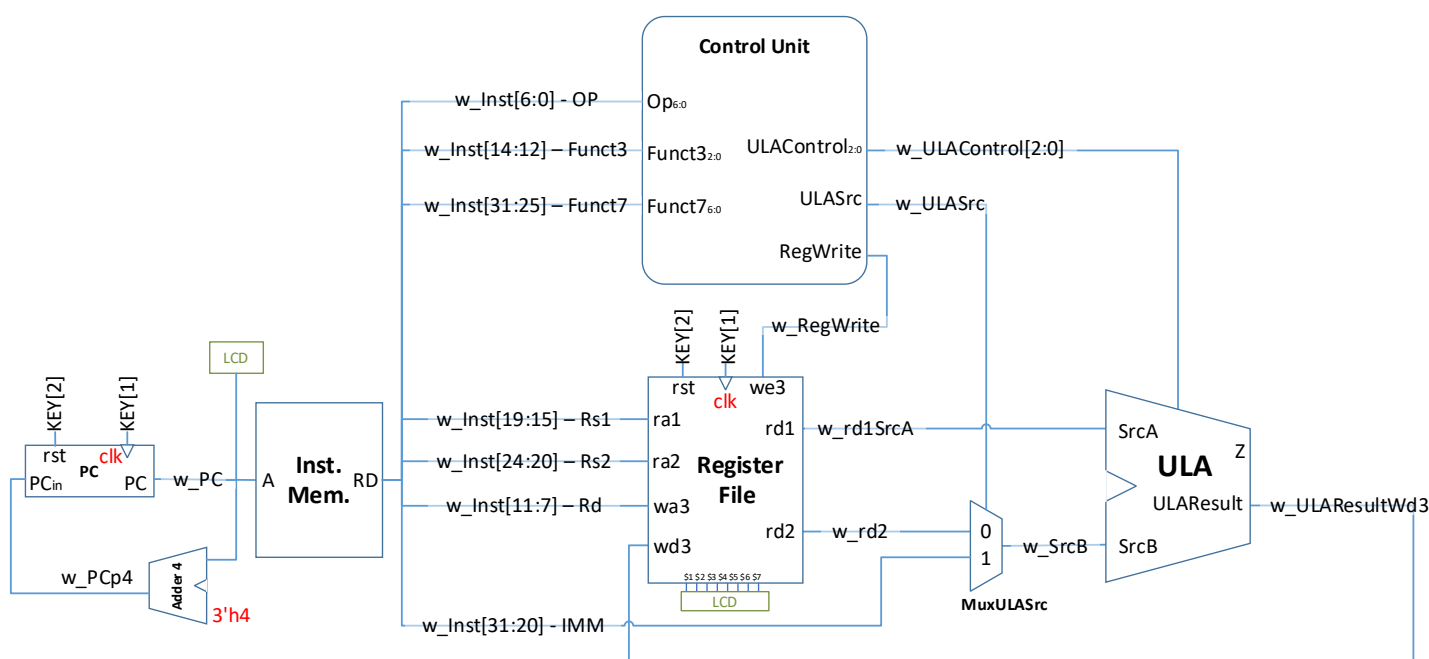

Figura 1 – CPU v0.1
- É ilustrado na Figura 1 o diagrama de blocos do processador RISC-V v0.1. Além do banco de registradores e da ULA implementados anteriormente, será necessário incluir:
Tabela 1 –fios utilizados na montagem da Figura 1